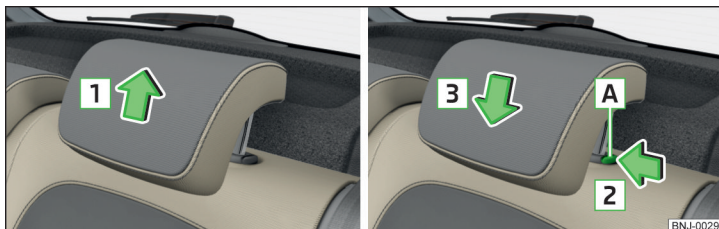

Fig. 55 Tetiere: deplasarea în sus / deplasarea în jos
► Împingeți tetierele în sensul săgeții » fig. 55.
► Apăsăți tasta de siguranță și mențineți-o în direcția săgeții » fig. 55.